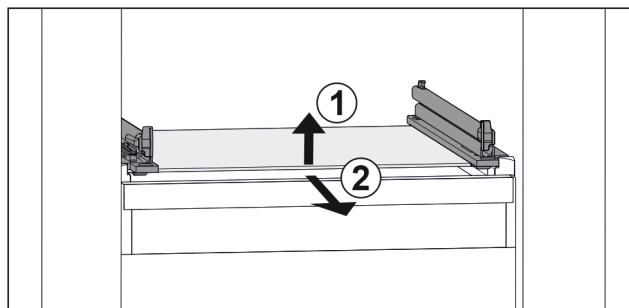

Fig. 25 Примерное отображение стеклянной пластины
- Приподнимите стеклянную пластину спереди. Fig. 25 (1)
- Извлеките стеклянную пластину движением вперед. Fig. 25 (2)